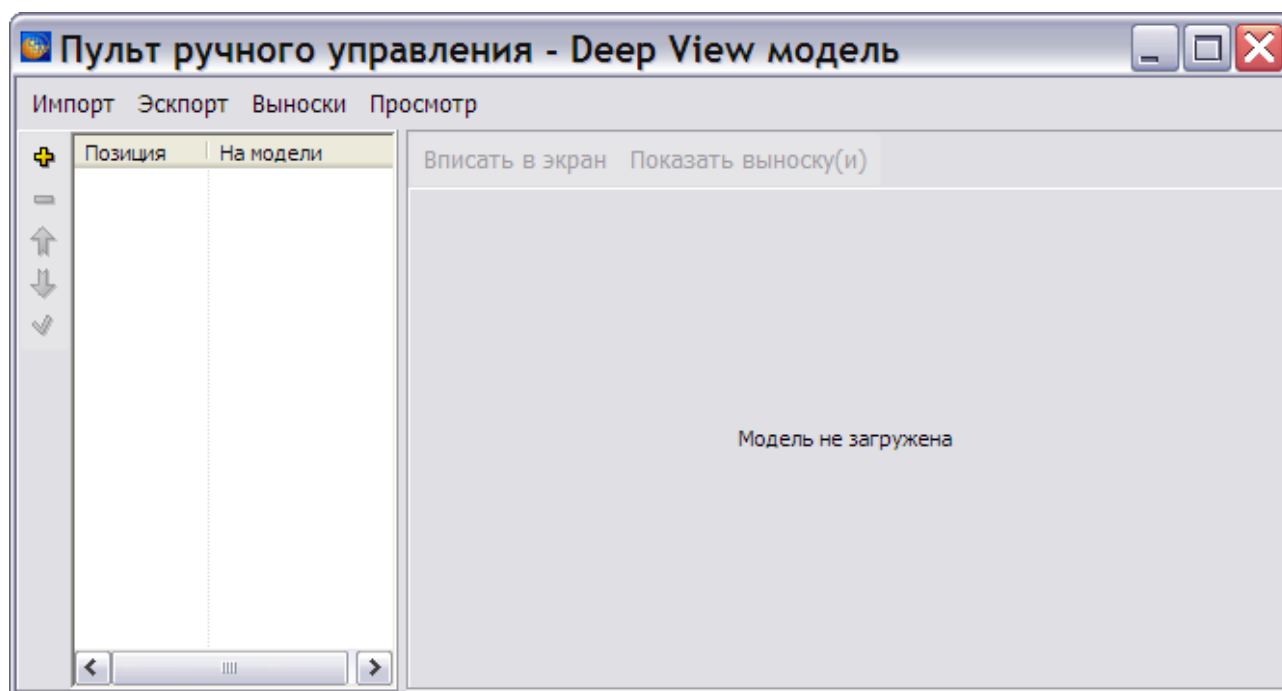

Рис. 6.65
4. Нажмите на кнопку **Применить**. При этом откроется окно для загрузки 3D DeepView модели (Рис. 6.65).